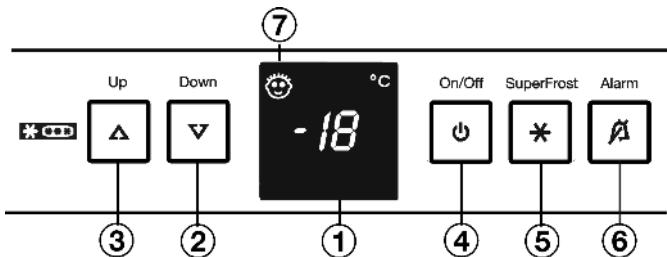

Fig. 2
- нажмите кнопку On/Off Fig. 2 (4).
- Активация режима настройки: удерживайте кнопку SuperFrost Fig. 2 (5) прибл. 5 секунд.
- Кнопкой настройки Up Fig. 2 (3) или кнопкой настройки Down Fig. 2 (2) выберите 0.
- Подтвердить: Коротко нажмите кнопку SuperFrost Fig. 2 (5).
- Увеличение яркости индикации: нажмите кнопку настройки Up Fig. 2 (3).
- Уменьшение яркости индикации: нажмите кнопку настройки Down Fig. 2 (2).
- Подтвердить: нажмите кнопку SuperFrost Fig. 2 (5).
- Выход из режима настройки: нажмите кнопку On/Off Fig. 2 (4).